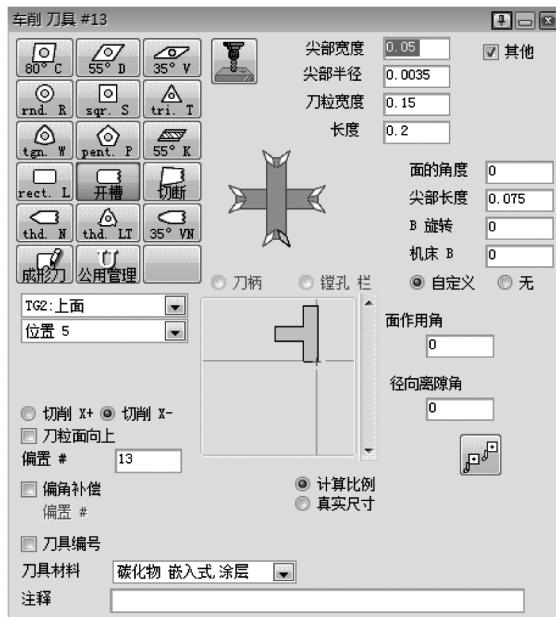

图 5-32 车削刀具#13
15) 创建车削刀具#13, 如图 5-32 所示。此刀具将用于内径切槽。也许您想知道图示刀具应该如何切削, 只要加工内径即可。只要接触点正确即可, 不要理会其刀柄。